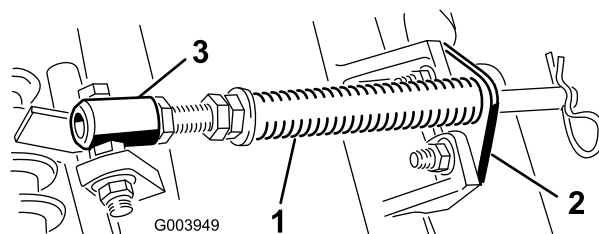

Figure 4
1. Retirez les 2 boulons de carrosserie et les écrous qui fixent le support de tige aux pattes de l'unité de coupe (Figure 4).
- Retirez l'écrou à embase qui fixe le boulon du tube de ressort à la patte du bâti porteur (Figure 4) et déposez l'ensemble.
Remarque: Placez la tête du boulon sur le côté extérieur de la patte, comme montré à la Figure 4.